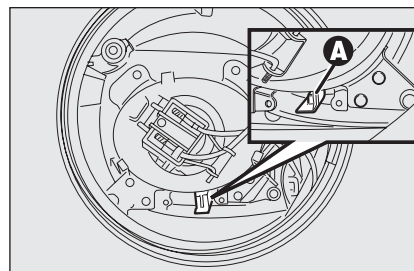

fig. 101
- déplacer latéralement le levier **A-fig. 101**;